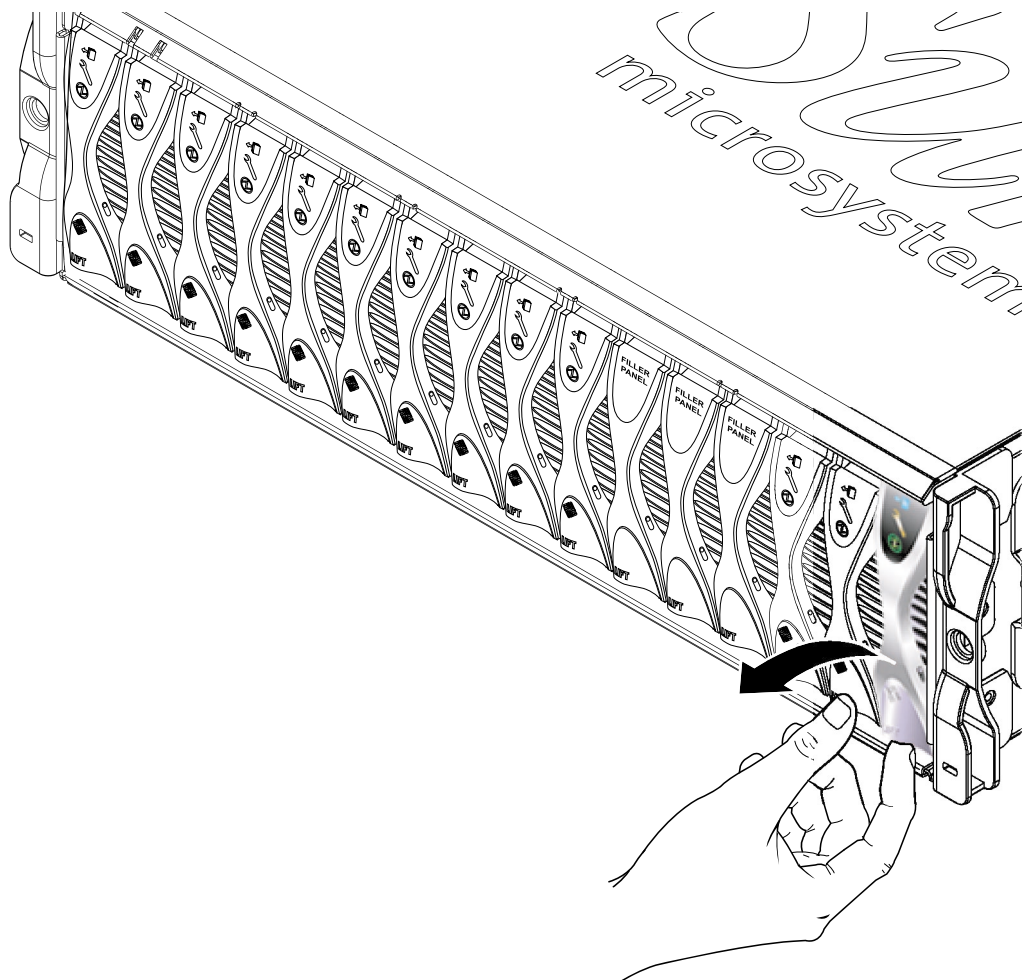

図 4-1 ブレードのロックの解除
1. ブレードレバーの正面の底部にある引き出し用のくぼみに指を入れて、ゆっくり引いてロックを外します (図 4-1)。